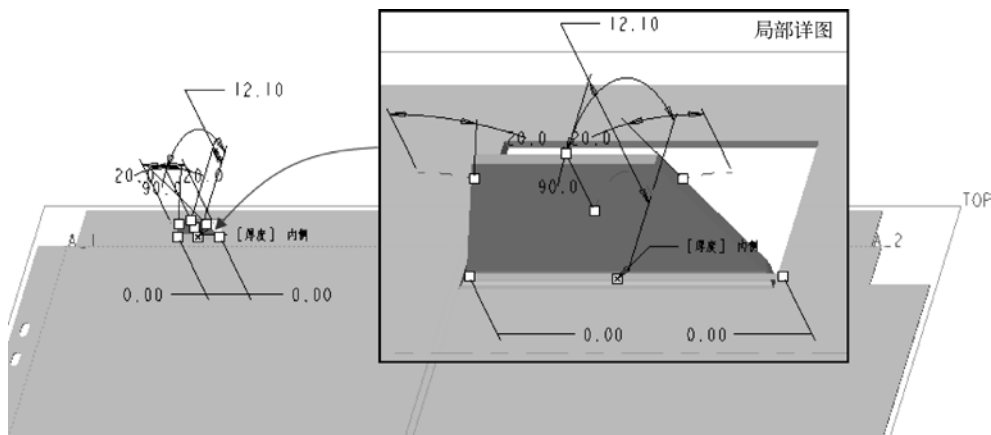

图 6-24 指定平整壁的连接边
(2) 选择形状选项为“梯形”，折弯角度为“90°”，折弯半径默认等于钣金件厚度，标注位置默认为内侧。
(3) 在钣金件模型的方形切口处选择图 6-24 所示的一条边（图中底面的一条边）。